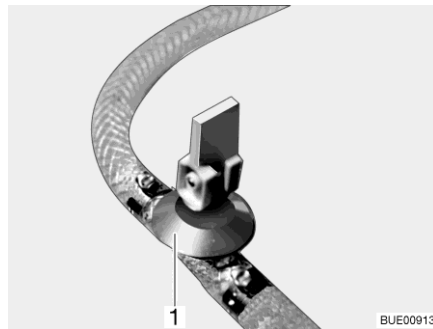
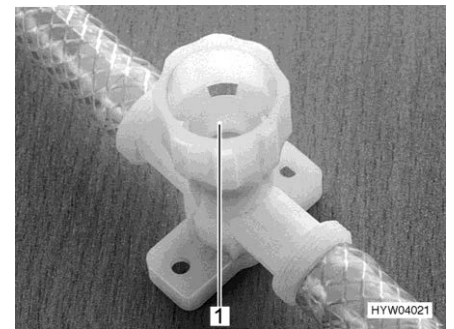

Bild 251 Ablasshahn (mit Kipphebel)
Bild 252 Ablasshahn (mit Drehkappe)
- Alle Ablasshähne schließen. Dazu den Kipphebel des Ablasshahns (Bild 251,1) waagrecht stellen oder die Kappe des Ablasshahns (Bild 252,1) im Uhrzeigersinn drehen.